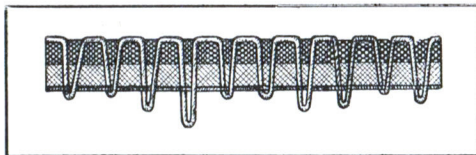

Abb. 7
- b) Zeigen sich auf der Unterseite des Stoffes Schlingen oder Knoten, wie Abbildung 7 zeigt, so ist die Spannung des Oberfadens zu schwach und muß durch Drehen der Spannungsmutter nach rechts verstärkt werden.